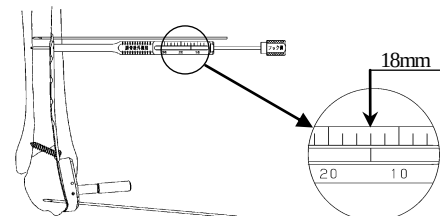

図11
- 11) ドリルスリーブを取り外し、腓骨後外側用デプスゲージの先端フックを対側皮質に引っ掛け、スケールを読み取ります。(図11)